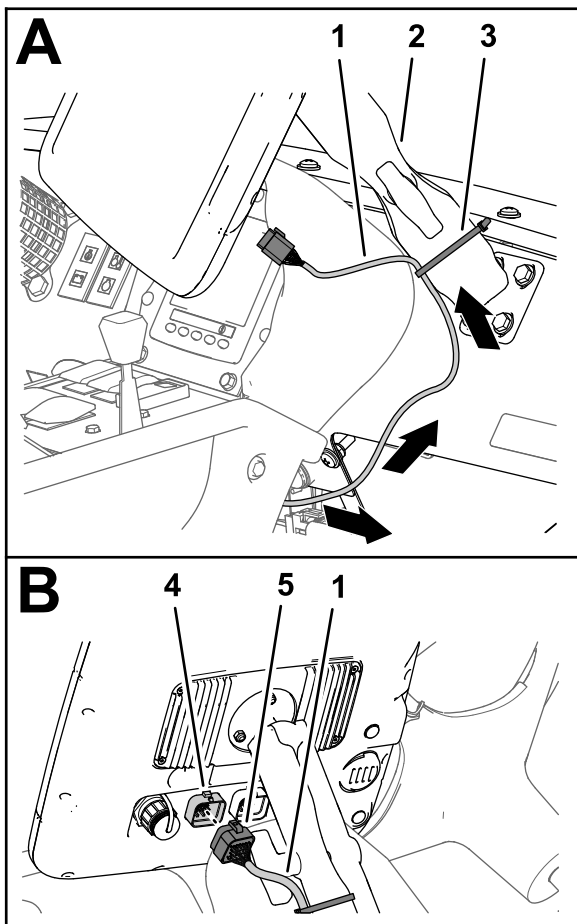

图 143
5. 将数据线束 220cm 支管向上穿过环放在仪表板孔上的套环图 143。
- 将数据线束的 26 插槽接头与打药车显示器的 26 针接头对齐然后将插槽接头压入插针接头直至接头牢固卡紧图 143。
- 用扎带将 220cm 数据线束支管固定到监控器臂上图 143。